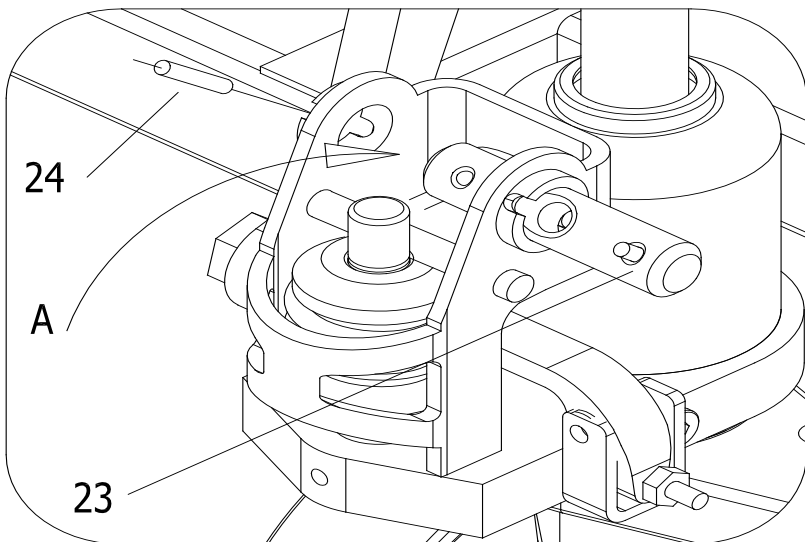

рис. 1
- 3.1 Пожалуйста, см. рис. 1 и вытащите штифт 23.